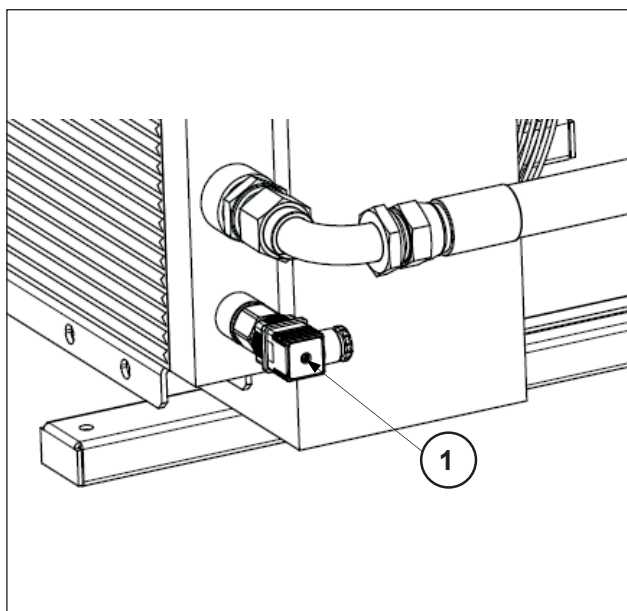

Fig. 18
Lo scambiatore è provvisto di termostato che si attiva a 50°C e comanda l'intervento della ventola (pos.1 Fig. 18.)